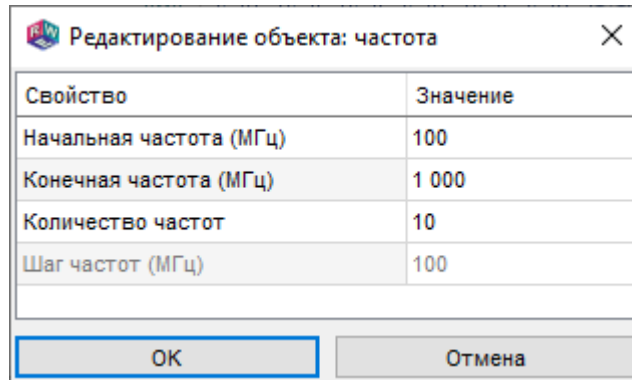

Рис. 79
12.2.2. Двойной щелчок в дереве по объекту *Частота* вызывает диалог редактирования его параметров (рис. 79).